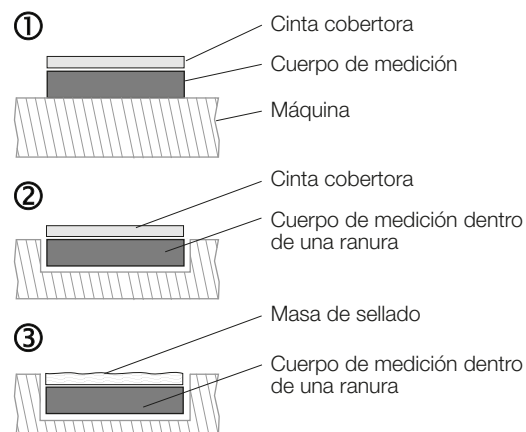

Fig. 4-3: Opciones de montaje para el cuerpo de medición
En condiciones ambientales normales, pegue el cuerpo de medición sobre una superficie plana. Opcionalmente se puede pegar la cinta cobertora a modo de protección (véase Fig. 4-3, pos. 1).
En condiciones ambientales difíciles, inserte el cuerpo de medición por completo en una ranura de modo que no sobresalga por la superficie. Opcionalmente se puede pegar la cinta cobertora (véase Fig. 4-3, pos. 2).
En caso de condiciones ambientales extremas debe integrarse el cuerpo de medición por completo en una ranura algo más profunda y sellarlo con material no magnético. En caso necesario, lije el material de sellado (véase Fig. 4-3, pos. 3).
- Posibilidades de montaje (véase Fig. 4-3): pegar sobre la superficie o empotrar en una ranura y pegar.